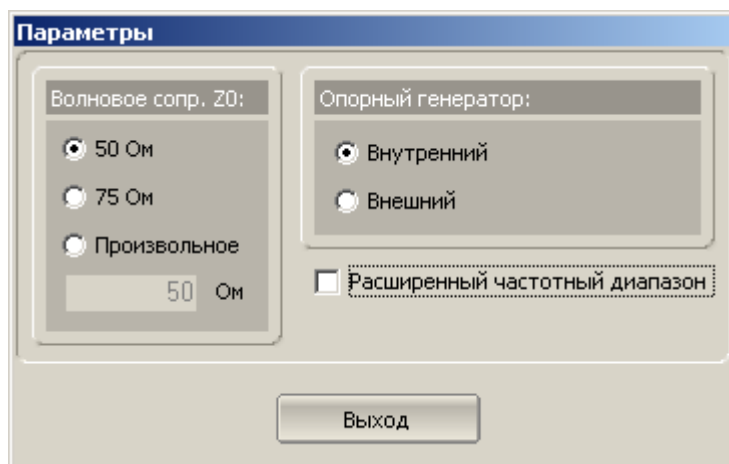

Рисунок 30.4. Установка параметров прибора.
- 30.4 Управление внутренним электронным коммутатором источника опорной частоты осуществляется программным путем из пункта меню «Настройки/Параметры...» (рисунок 30.4).